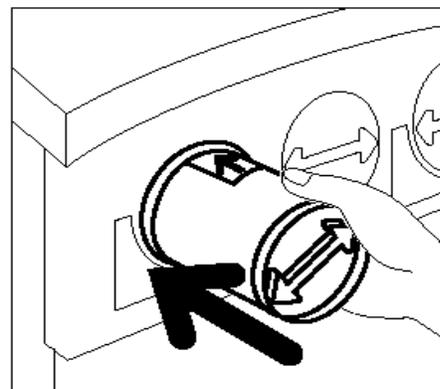

Figura 12: Alineación de la flecha del cartucho y colocación en la copiadora/impresora
- 7 Alinee la flecha del cartucho con la flecha en relieve situada en la parte superior de la tapa e introduzca el cartucho en la copiadora/impresora, tal y como ilustra la Figura 12.